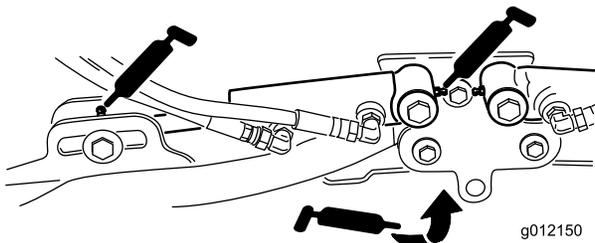

Figure 54
- Vérins des bras de relevage des plateaux de coupe (x 2) (Figure 54)
- Pivots des bras de relevage (x 1) (Figure 54)